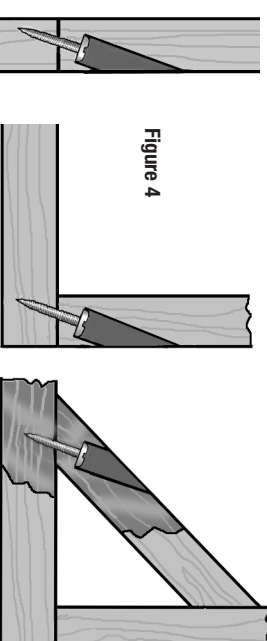

Figure 4
4. Clamp the two work pieces together in the desired final configuration. Drive screws (1-1/4" square head screws supplied) into the pocket holes to complete the joint (see Figure 4). Glue may be used in the joint if desired.
4. Serrez les deux morceaux de bois ensemble dans leur configuration finale désirée à l'aide de serre-joints. Vissez des vis (vis à tête carrée de 1-1/4 po fournies) dans les trous à angle pour compléter le joint (voir la figure 4). Vous pouvez appliquer de la colle dans le joint au besoin.